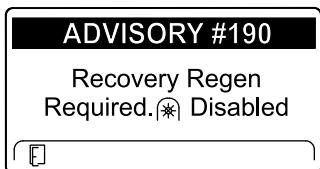

Figura 75
- Aviso N° 190 – Regeneración estacionaria necesaria – Toma de fuerza deshabilitada (Figura 75).